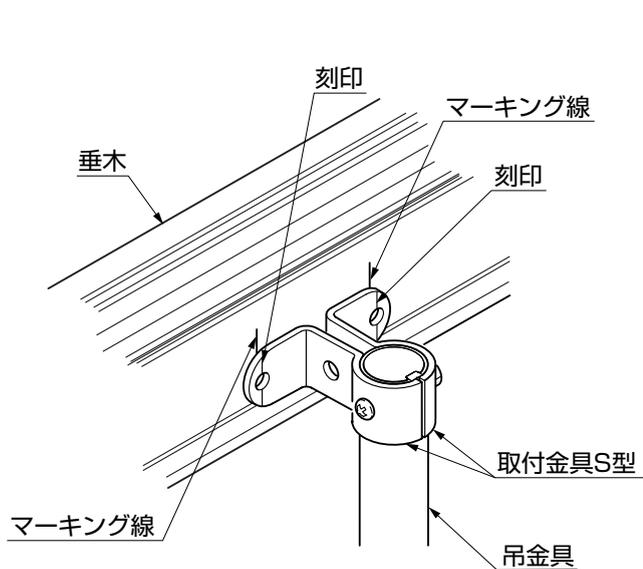

図2-1
- ④ φ10の孔1個当りに取付金具L型を2個挿入してください。
- ⑤ 取付金具L型を挿入後、矢印の方向に倒してください。(図2-1参照)
- ⑥ 吊金具に付いている取付金具S型で取付金具L型をはさみ、[1-3]と[1-4]で結合させてください。
- ⑨ 固定していない吊金具に付いた取付金具S型の刻印の上下をマーキングしてください。(図2-1参照)